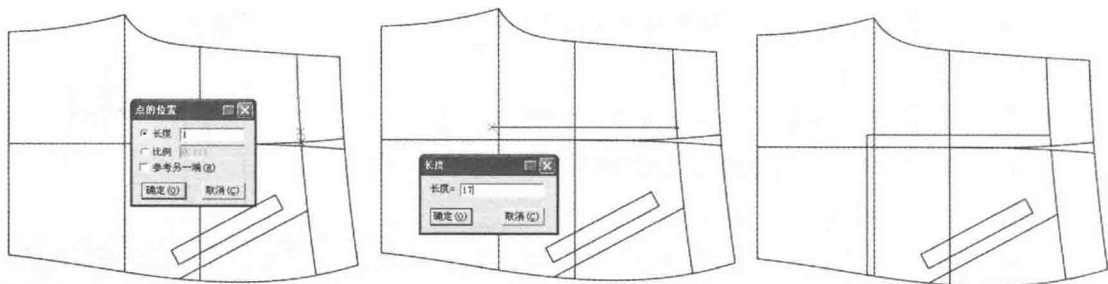

图 7-99 画贴袋步骤 6
⑦选择  【智能笔】工具腰口线烫迹线 1cm 画一条垂直 17cm 的线,然后用  【智能笔】工具画一条相交到侧缝线的直线 (图 7-99)。